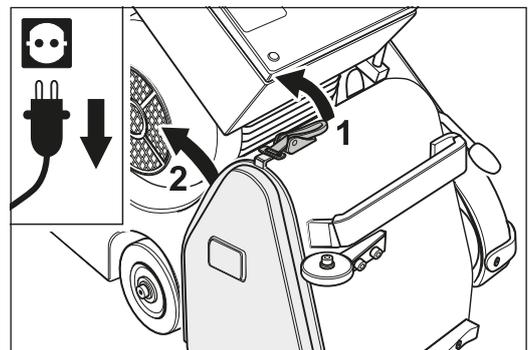

Fig. 32 Déverrouillez le couvercle et enlevez la tôle de recouvrement.
- 2** Retirez la tôle de recouvrement (fig. 32).
- 2 Retirez la tôle de recouvrement (fig. 32).